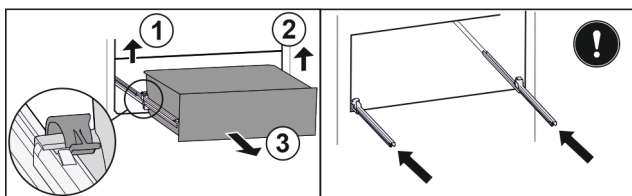

Fig. 95
- ▶ Nadvihnite ľavú svorku a súčasne ťahajte zásuvku vľavo dopredu. *Fig. 95 (1)*
- ▶ Nadvihnite pravú svorku a súčasne ťahajte zásuvku vpravo dopredu. *Fig. 95 (2)*
- ▶ Odoberte zásuvku dopredu. *Fig. 95 (3)*